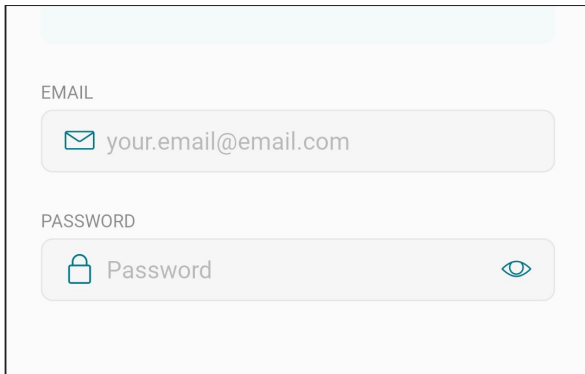

Figure 77. Connexion à l'appli mobile Raymote
- Ouvrez l'appli mobile Raymote et connectez-vous avec votre nom d'utilisateur et votre mot de passe, voir **Figure 77**.